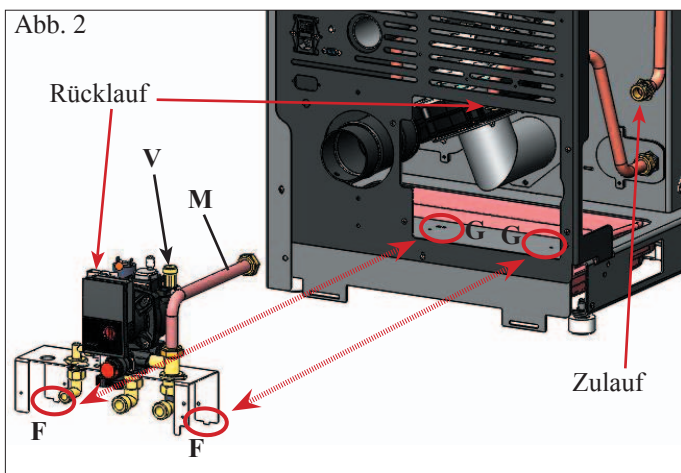

Abb. 2
Die Zufuhrleitung des Heizkessels mit der Zufuhrleitung (M) des Hydraulik-Bausatzes durch Einsatz der mitgelieferten 3/4"-Dichtung verbinden und die Teile sorgfältig festschrauben (Abb. 2).
Den Schlauch des Expansionsgefäßes mit dem Anschlussstück „V“ des Hydraulik-Bausatzes verbinden (siehe Abb. 2).
Die Rücklaufleitung des Heizkessels in den O-Ring einführen und mit dem Anschluss am Umwälzpumpen-Gehäuse des Bausatzes mit der dafür vorgesehene Klemme verbinden (Abb. 2).